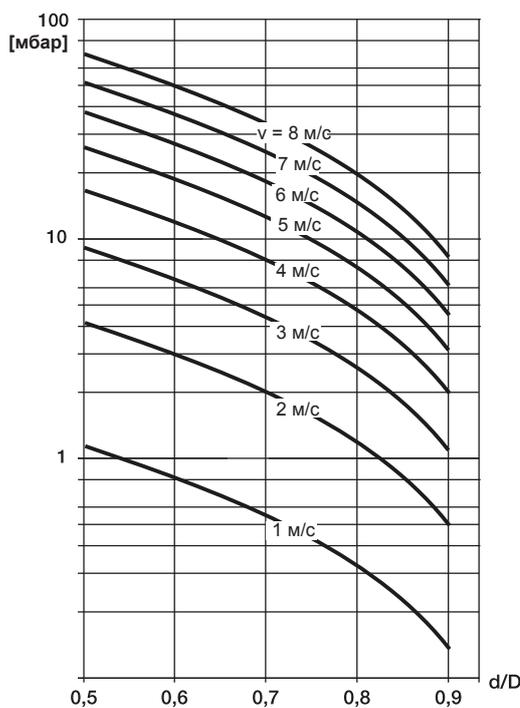

Рис. 27 Номограмма расхода для расчетов перепада давления фланцевого переходного элемента с $\alpha/2 = 8^\circ$
2. Определение скорости потока на основе номограммы расхода (Рис. 27).
3. Считывание значения перепада давления на оси Y на Рис. 27.